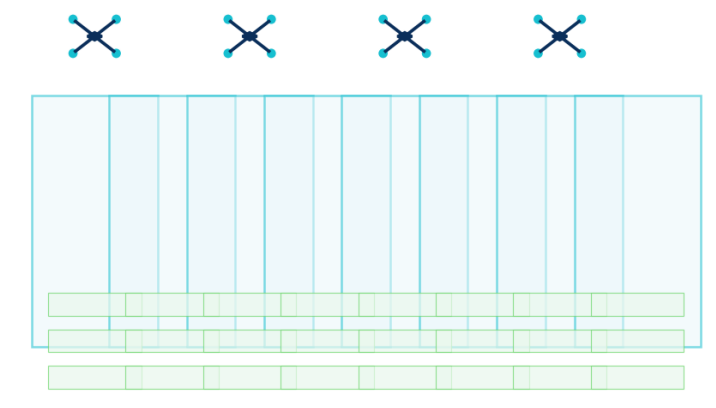

Figura 3 - Lógica de sobreposição entre fotografias. A redundância entre imagens sustenta a identificação de pontos comuns e a reconstrução fotogramétrica.
- Figura 3 - Lógica de sobreposição entre fotografias